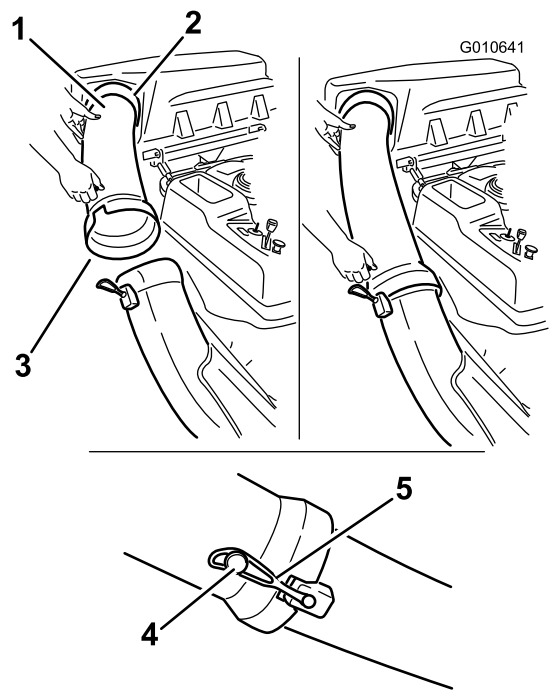

Bild 27
- Schieben Sie das gekrümmte Ende des Auswurfrohrs in die Öffnung in der Abdeckung des Heckfangsystems (Bild 27).